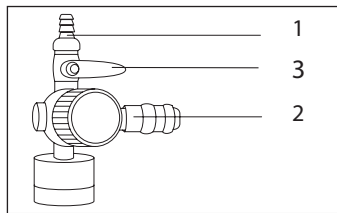

Рис. 4
- 6.7 Благодаря конструкции компрессора (для WO 50-300, WO 80-360, WO 100-400), Вы можете подключать одновременно два инструмента. На выходе из компрессора предусмотрены штуцера двух типов: «елочка» (Рис. 4, п. 1) и быстросъемный (Рис. 4, п. 2).
К инструменту, подключенному к быстросъемному штуцеру, воздух поступит автоматически. Для подачи давления к инструменту (для WO 50-300, WO 80-360, WO 100-400), подключенному к штуцеру типа «елочка», откройте шаровой кран (Рис. 4, п. 3). Рабочее давление на выходе может изменяться непосредственно в процессе работы регулятором (Рис. 1, п. 4). Также можно отрегулировать расход воздуха отдельно только у инструмента, подключенного к штуцеру посредством регулировки положения крана (Рис. 4, п. 3).
ПРИМЕЧАНИЕ! При работе одновременно двумя инструментами следует помнить, что давление в обоих инструментах будет одинаковым, а расход воздуха будет распределяться пропорционально соотношению проходных сечений инструментов или выходных штуцеров в случае регулирования расхода воздуха краном (Рис. 4, п. 3), т.е. при увеличении расхода воздуха через штуцер (Рис. 4, п. 1) будет уменьшаться расход воздуха через штуцер (Рис. 4, п. 2) и наоборот.
- к штуцеру типа «елочка» – закройте кран (Рис. 4, п. 3), ослабьте хомут (если установлен), смените шланги инструмента, снова затяните хомут и откройте кран, установив необходимый расход воздуха;